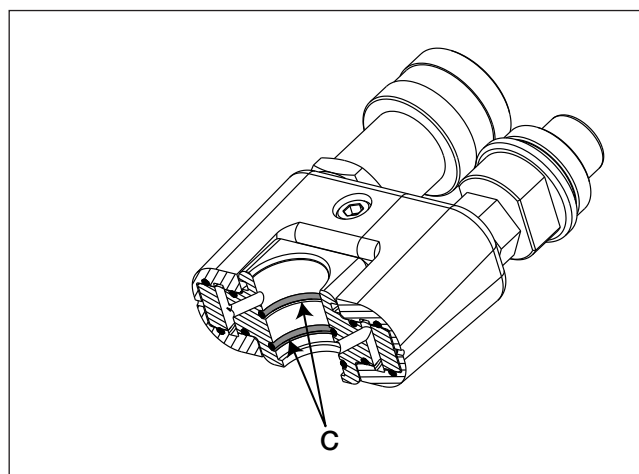

Рис. 3. Установка уплотнительного кольца - Блок поворотного коллектора
6. Установите два уплотнительных кольца C из приобретенного комплекта в канавки на блоке поворотного коллектора. Перед установкой нанесите на уплотнительные кольца силиконовую смазку. Место установки колец показано на рис. 3.